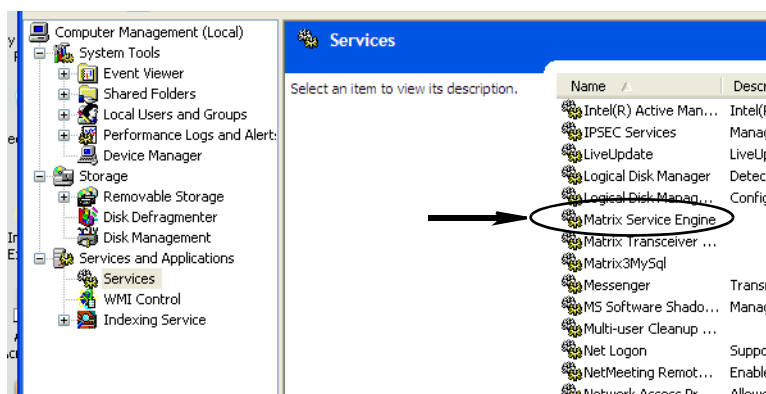

FIG. 37
- d. Double-cliquez sur "Matrix System Engine" (Moteur de système Matrix) dans la liste des services (FIG. 37).